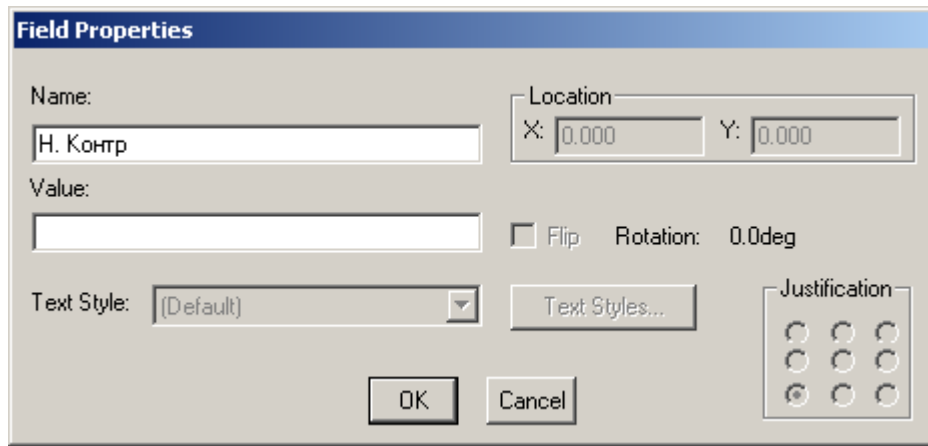

Рис. 6 Задание имени нового поля
- 4.4 Нажмите кнопку **Add**. Перед вами появится окно, изображенное на рис. 6.